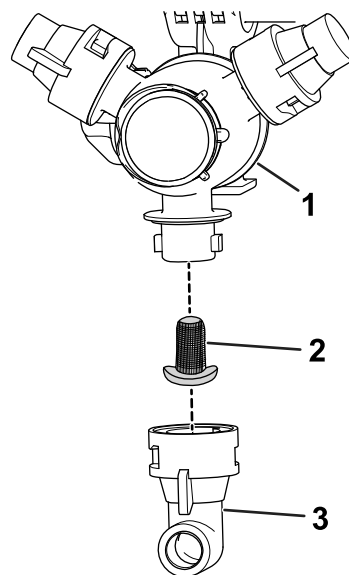

Figure 89
2. Déposez la buse de la tourelle de pulvérisation (Figure 89).
3. Déposez le filtre de buse (Figure 89).
5. Montez le filtre de buse (Figure 89).
6. Montez la buse sur la tourelle de pulvérisation (Figure 89).